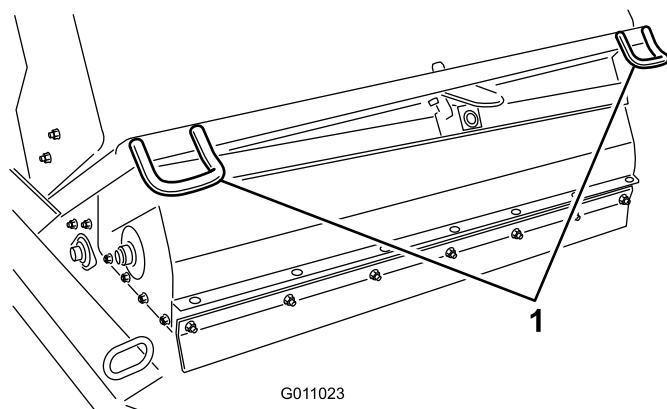
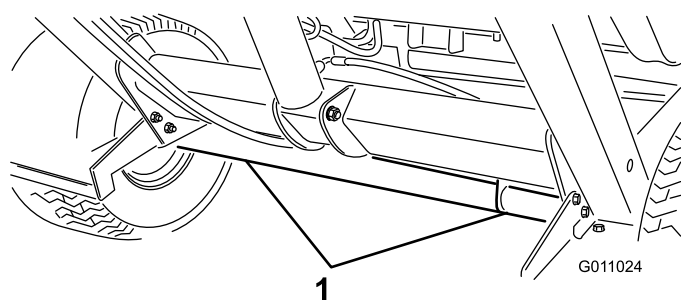

Рисунок 31
Рисунок 32
- Чтобы зафиксировать машину на прицепе для транспортировки, используйте крепежные проушины для фиксации передней части (Рисунок 31) и ось (Рисунок 32) для фиксации задней части.